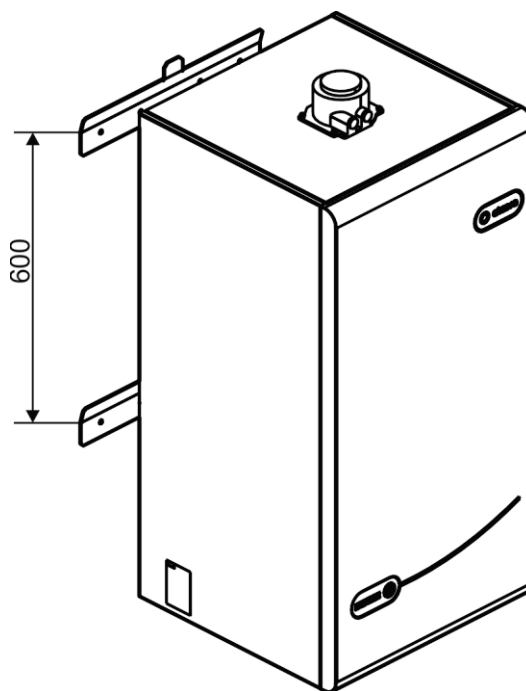

Abb. 13: Abstand der Wandschienen (Angaben in mm)
6. Die untere Wandschiene parallel zur oberen Wandschiene unter Einhaltung des Abstandes (siehe Abb. 13) ausrichten und die Bohrlöcher markieren.